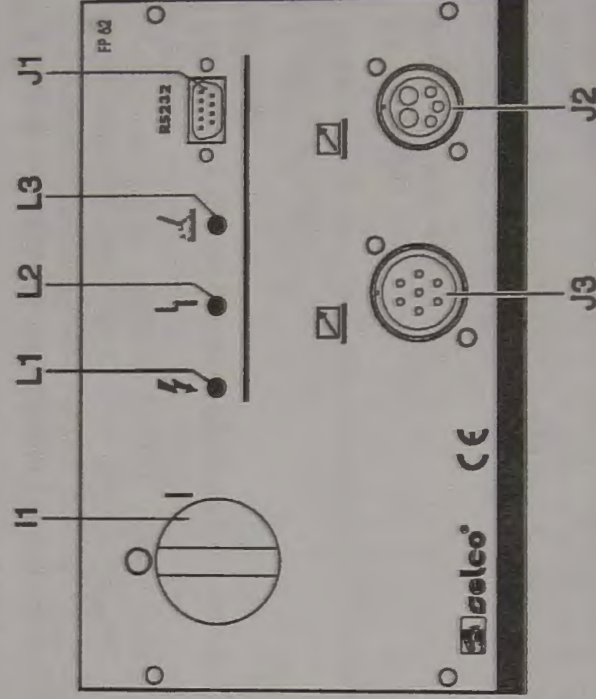

Fig. 1
2.1.2 Pannello comandi frontale FP62 (Fig. 1)